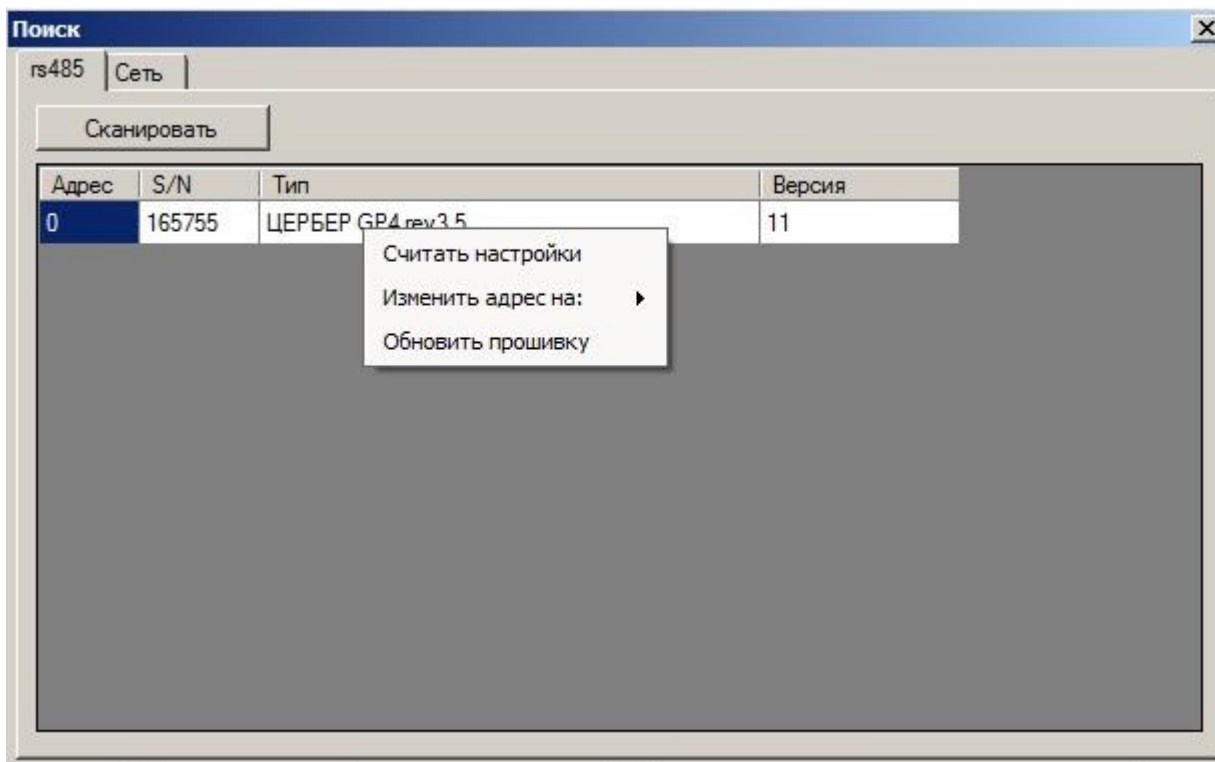
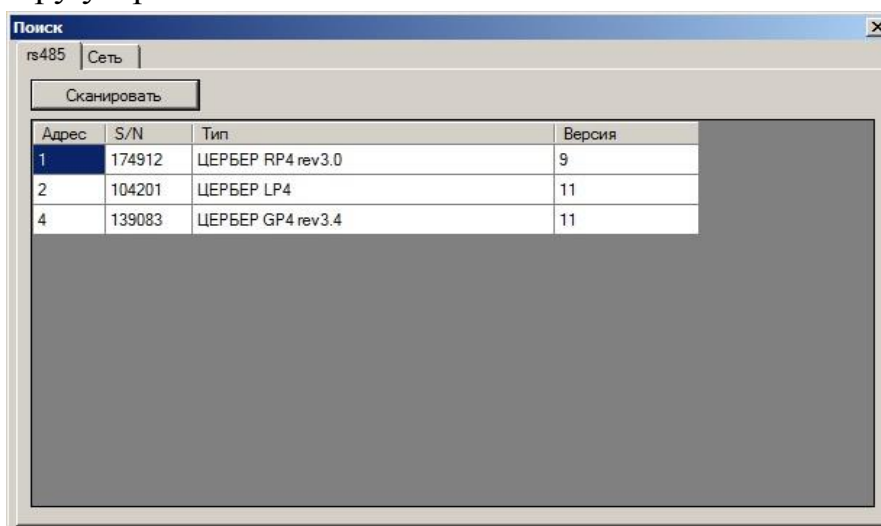

Рис. 12.
Рис. 16.
3. Нажимаем кнопку «поиск» и дожидаемся окончания сканирования, выбранного COM порта. Из списка обнаруженных программой приборов выбираем необходимый. Нажатием по его наименованию правой кнопки мыши можно (Рис.12):
После того как конфигуратор отобразит все обнаруженные устройства (рис. 16), из списка необходимо выбрать нужный нам прибор, нажатием правой кнопки мыши по его наименованию вызвать меню (Рис. 12). Выбрать пункт меню «считать настройки». После этого конфигуратор произведет чтение настроек из памяти выбранного ППКОП и отобразит всю информацию о нем в блоке информация о приборе.